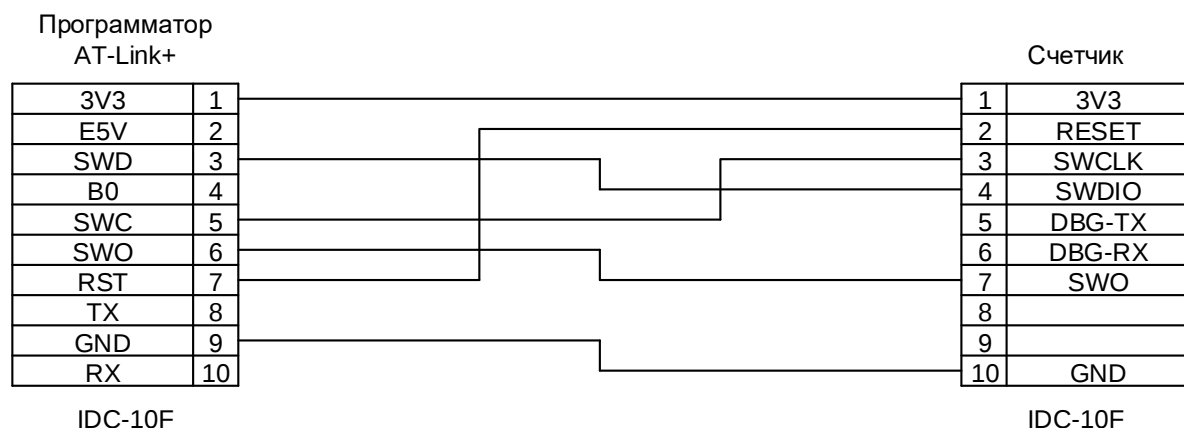

Рисунок 2.2 – Схема кабеля для программирования микроконтроллера AT32F403A
- 4 Кабель для программирования счетчика (рисунок 2.2). Контакт 1 разъема для подключения к счетчику должен быть маркирован.